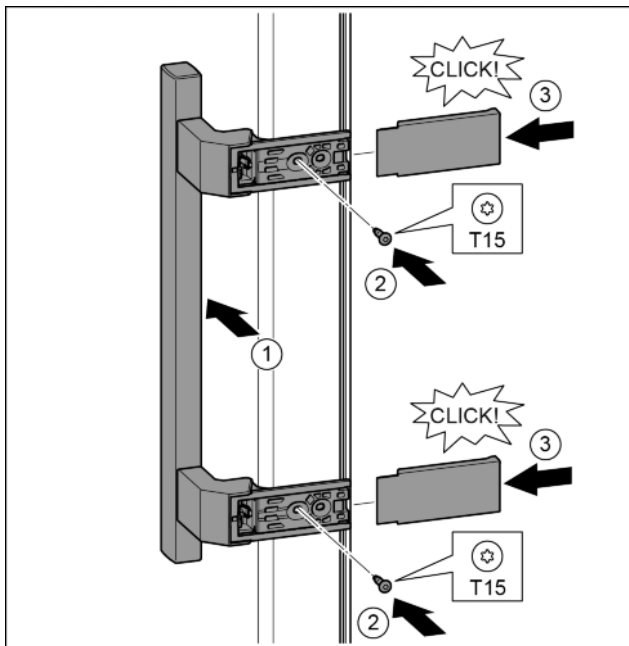

Fig. 34
- ▶ Držadlo nasadíte na opačnú stranu. Fig. 34 (1)
- ▶ Skrutkovačom T15 pevne zaskrutkujte skrutky. Fig. 34 (2)
- ▶ Kryt nasadíte a nasuňte z boku. Fig. 34 (3)